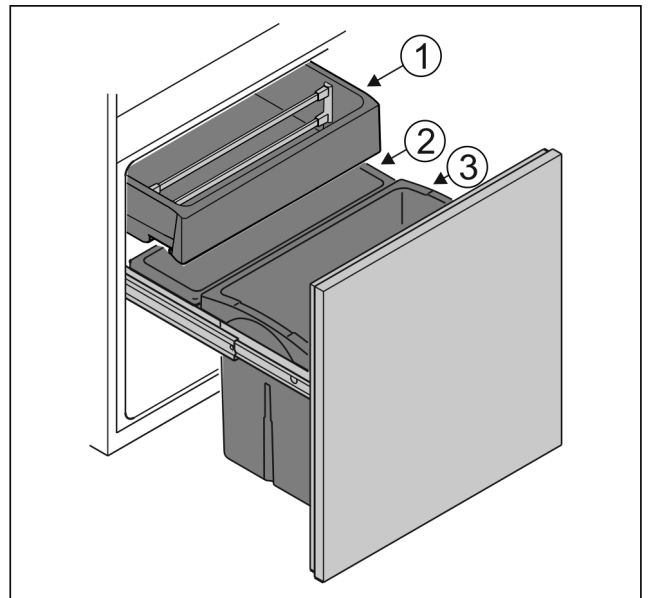

Fig. 6
- ▶ Резервуар Fig. 6 (1): зберігати незапаковані овочі і тропічні фрукти.
- ▶ Резервуар Fig. 6 (2): зберігати незапаковані дрібні фрукти й овочі.
- ▶ Резервуар Fig. 6 (3): зберігати окремі пляшки.